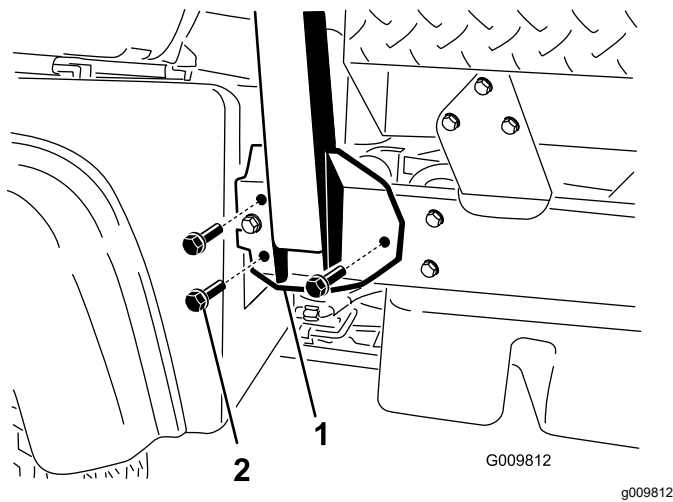

Figure 3
2. Placez chaque côté de l'arceau de sécurité en face des trous de montage de chaque côté du cadre de la machine (Figure 3).
3. Fixez le support de l'arceau de sécurité de chaque côté du cadre de la machine au moyen de 3 boulons à embase (½ x 1¼ po) (Figure 3).